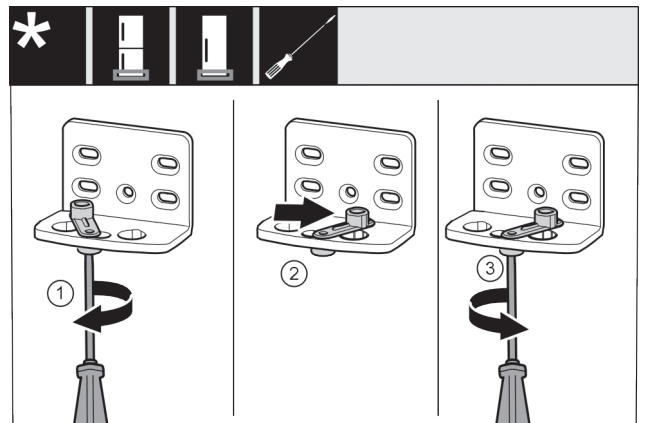

Fig. 46 \*
- ▶ Отпустите винт Fig. 46 (1) отверткой.\*
- ▶ Приподнимите фиксатор двери Fig. 46 (2) и, повернув на 90° вправо, вставьте в отверстие.\*
- ▶ Затяните винт Fig. 46 (3) отверткой.\*